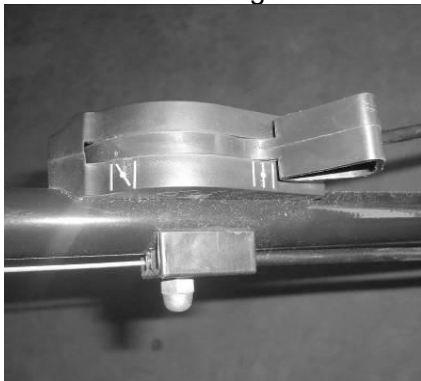

Fig.9A Fig.9B
2. Quando si avvia il motore freddo, girare la leva dell'acceleratore in posizione **NI**. (Fig.9A)
Quando si riscalda il motore mentre è in funzione, girare la leva dell'acceleratore in posizione **III**. (Fig.9A)